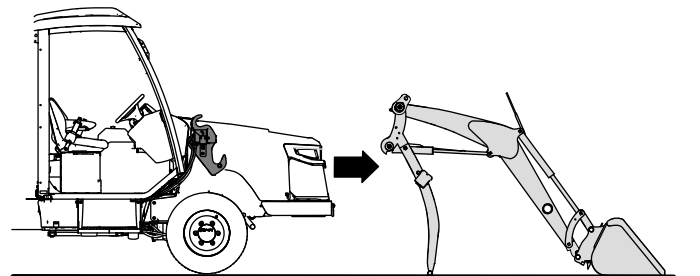

Bild 50
- Starten Sie den Motor und fahren Sie die Maschine langsam bis zu den Hubarmen (**Bild 50**).